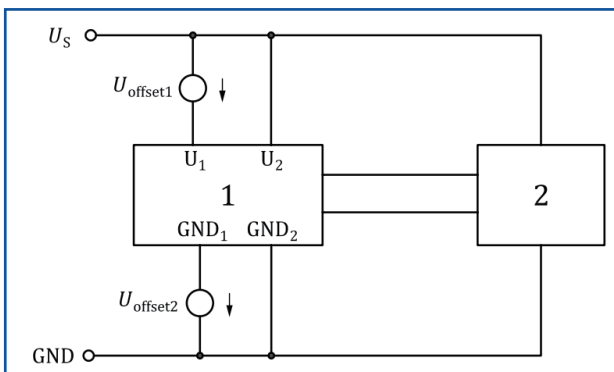

图18-具有两条接地/电源路径的DUT上的接地参考和电源偏移示例
■ 如果存在两个或两个以上的供电路径，该测试用于验证组件的可靠运行(注意，这并不一定等同于冗余电源馈送到被测设备)。例如，一个组件可以有一个电源地和一个信号地，它们是不同的电路上的输出(例如，对于具有两个接地连接和两个电源连接的被测设备，如图18所示)。
■ 偏移量应分别应用于每条接地/供电线路(见图18)，并应对每条可能的接地/供电线路组合重复测试。对于测试覆盖率的概述，创建一个显示可能组合的测试矩阵是可取的。表17给出了这样一个测试矩阵的例子。